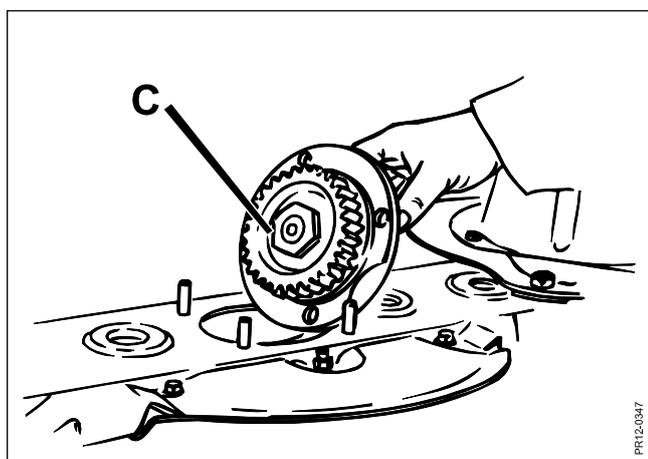

Fig. 6-10
- Fig. 6-10 Verwendet wird ein Mähbalken, bei dem jede einzelne Nabe **C** unter den Scheiben leicht von oben her (Top Service Balken) ausgetauscht werden kann.